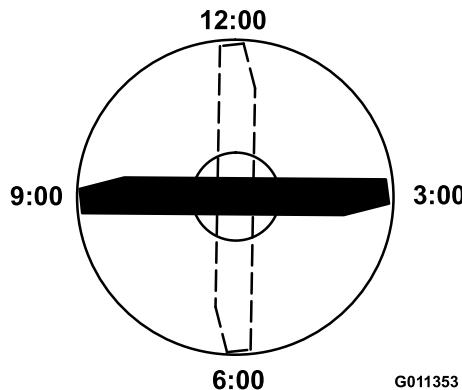

Figura 70
- Ruotate l'estremità marcata della lama sulle ore 3 e sulle ore 9 e misurate le rispettive altezze (Figura 70).